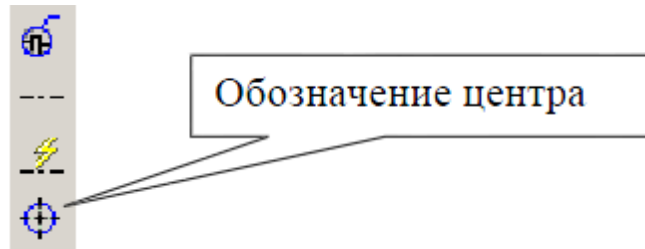

Рисунок 3
**Обозначение центра**, рисунок 3.